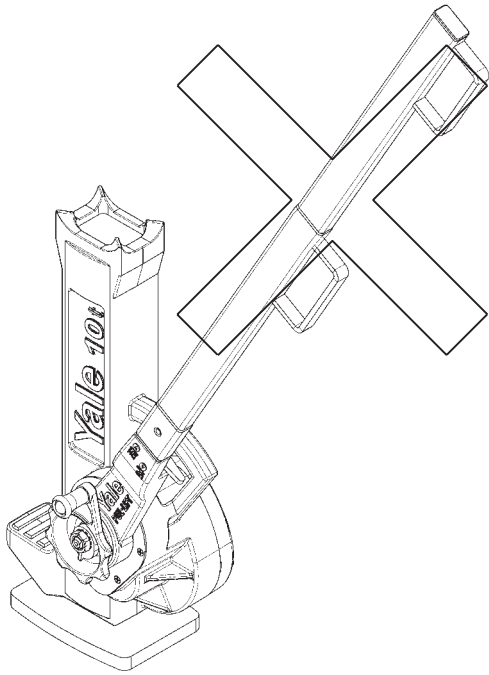

Fig. 1
- Alargar la palanca del aparato no está permitido (Fig. 1).
- Een verlenging van de handel is niet geoorloofd (Fig. 1).